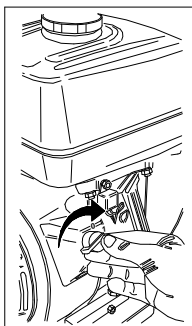
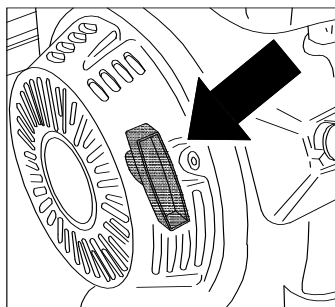

Fig. 8
Fig. 9
- Placer le sélecteur sur «I» (Start) (Fig. 8). Saisir la poignée de mise en marche (fig. 9) et tirer la corde sans effort jusqu'à ce que vous ressentiez la résistance provoquée par la compression, relâcher ensuite la poignée et tirer énergiquement pour faire démarrer le moteur.